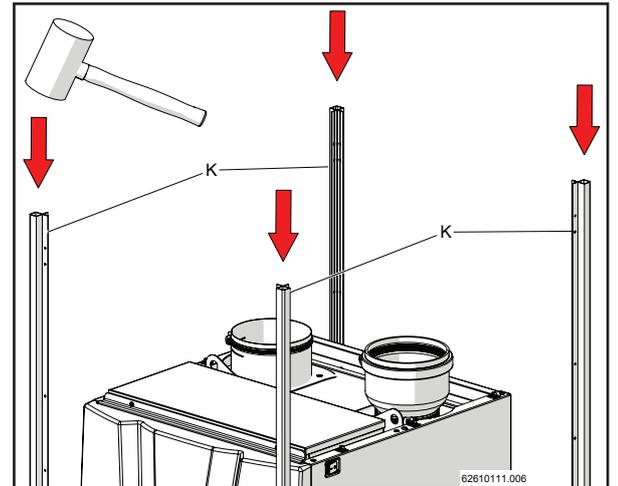

Figure 12-9
- 5.- Appliquer les quatre tubulaires "K" en correspondance des broches sur le cadre inférieur "J" en utilisant un marteau caoutchouté (fig. 12-9 et 12-10).